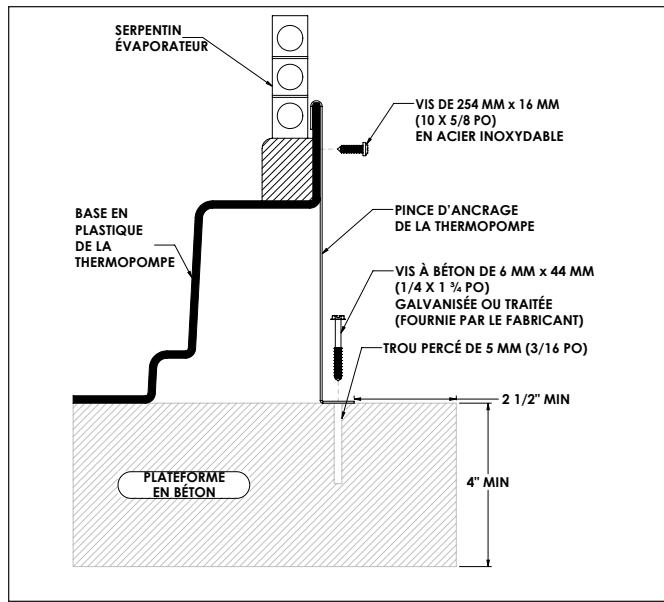

Figure 3. Installation de pinces d'ancrage
3. Ajuster le crochet de chaque pince sur la lèvre du panneau de la base de la thermopompe. Le crochet devrait s'ajuster entre la lèvre du panneau de la base et la garde du serpentin évaporateur (voir Figure 3).
7. Positionner les pinces d'ancrage de manière à ce que les trous dans les pinces soient au dessus des boulons d'ancrages. Vérifier que les crochets de pince soient sur la lèvre de la base de la thermopompe (voir Figure 3).